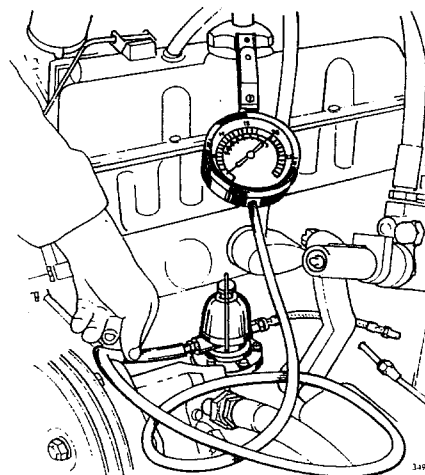

Fig 03–14. Mätning av pumptryck
3. Anslut en tryckmätare enligt fig 03–14, kör runt motorn med startmotorn. Pumpens avgivna tryck skall vara 11–25 kPa (1,5–3,5 psi).